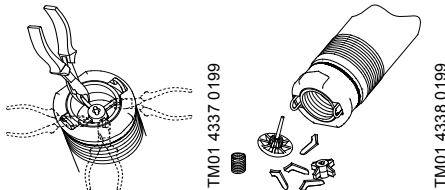

Fig. 7
1. Klip de fire ben på ventilstyret af ved hjælp af en skævbider eller lignende. Se fig. 7.